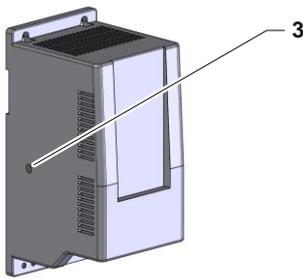

Abb. 3: Geräteausführung UL
- Schraube (Kennzeichnung 3 → Abb. 3) vom Ersatz Frequenzumformer (U 1) entfernen.